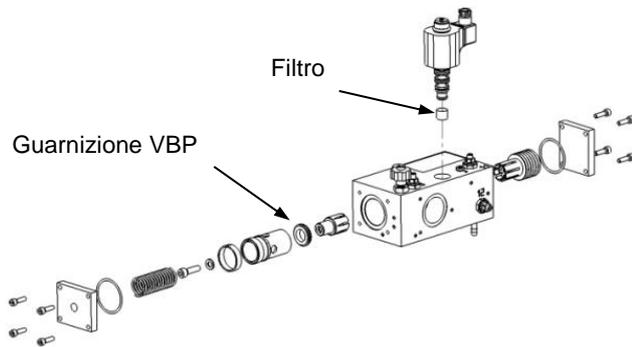

Figura 15 – Esploso valvola HDU
3. Sostituire la guarnizione del VBP come segue (vedi **Figura 15**):